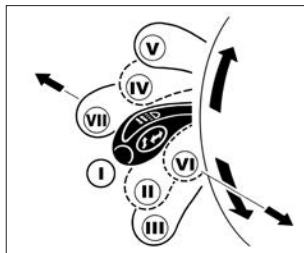

Рис. 32. Рычаг переключателя световой сигнализации
Для включения дальнего света фар на длительное время с включенной системой автоматического управления наружным освещением необходимо перевести переключатель в позицию **VII** «включен дальний свет фар» (см. рис. 32).
Если в момент автоматического включения ближнего света фар переключатель световой сигнализации находился в позиции **VII** «включен дальний свет фар» (см. рис. 32), то для включения дальнего света на длительное время необходимо вернуть его в нейтральное положение и затем перевести переключатель в позицию **VII** «включен дальний свет фар».
**I** (рис. 32) – **нейтральное положение**. Включен ближний свет фар, если переключателем наружного освещения включен свет фар.